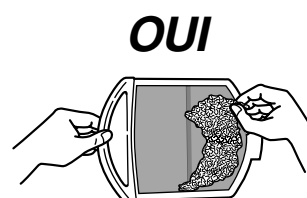

Fig. 13
- Nettoyez-le en le débarrassant de la mince couche de peluche qui le recouvre (Fig. 13).